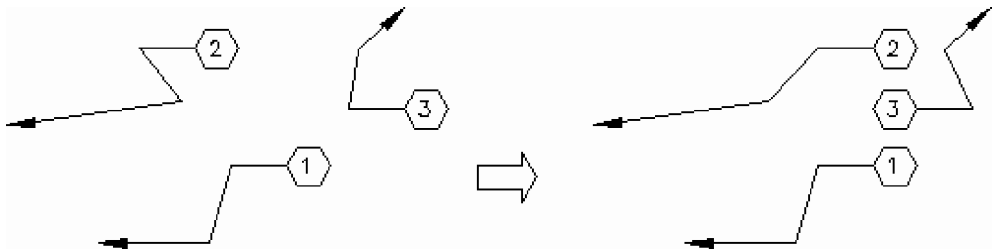

Fig. 6.85 Alinierea obiectelor *multileader*
1. Se desenează trei linii de indicație *multileader*, ca în Fig. 6.85.